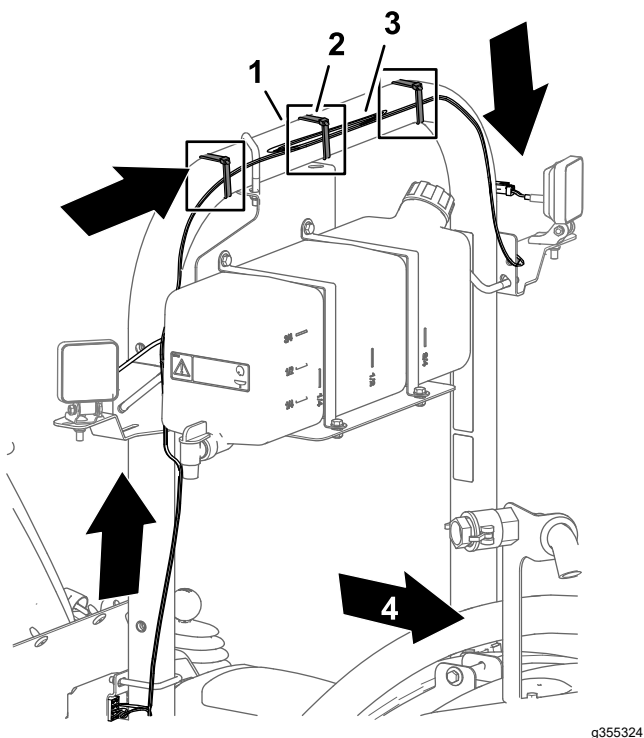
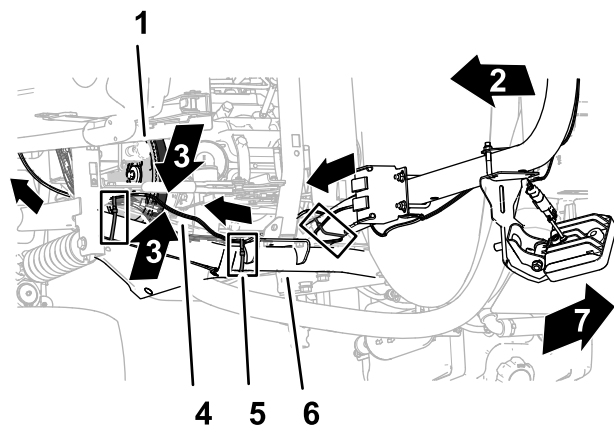
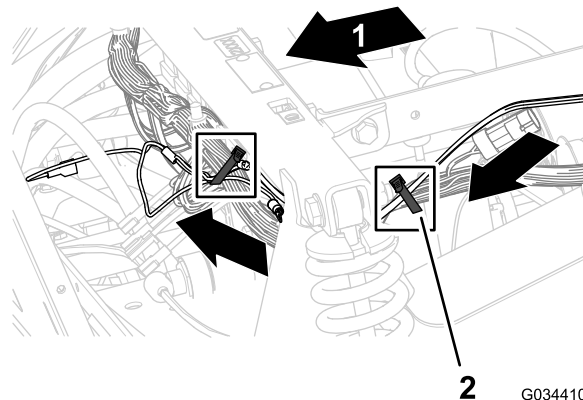

Рисунок 10
Рисунок 11
Рисунок 12
- Рядом с переключателями проложите ответвление жгута проводов с 2-гнездовым соединителем вверх и по периметру задней стороны горизонтальной трубы конструкции ROPS, как показано на Рисунок 10.
Примечание: Сложите излишнюю длину жгута проводов в виде связки посередине конструкции ROPS и прикрепите ее кабельной стяжкой, как показано на Рисунок 10.
2. Рядом с переключателями освещения проложите ответвление жгута проводов с гнездовой клеммой и круглой клеммой вниз и вперед, как показано на Рисунок 11 и Рисунок 12.
3. Прикрепите жгут проводов комплекта заднего рабочего осветительного прибора к трубе конструкции ROPS, верхней передней трубе рамы машины и жгуту проводов машины с помощью кабельных стяжек, как показано на Рисунок 10, Рисунок 11 и Рисунок 12.
Примечание: Сложите излишнюю длину жгута проводов в виде связки в зоне верхней передней трубы рамы и прикрепите ее кабельной стяжкой, как показано на Рисунок 11.